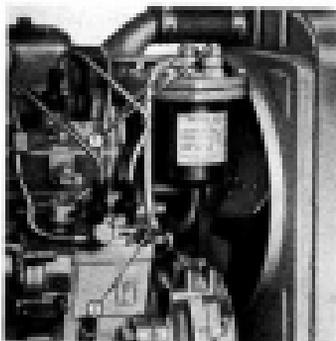

Fig. 10 - Spurgo aria del filtro del gasolio e della pompa d'inerziosi.
- a) Sollevare di un giro le viti di spurgo aria poste sui raccordi di entrata e uscita del gasolio dal filtro (1, fig. 10) e svitare il pannello (1, fig. 10) posto sullo stantuffino della pompetta d'inerziosi. Azionare il pannello della pompetta fino a quando si vede il combustibile fluire senza bollicine dal forellino praticato sul
1. Svitare il pannello della pompa d'innescoamento (1, Fig. 10) e dare alcune pompate controllando sul tubetto trasparente che riporta il combustibile al serbatoio, che esso passi senza bollicine d'aria. Si potrà facilitare lo sfogo dell'aria alzando un po' la vite posta sulla pompa d'iniezione (2, Fig. 10).